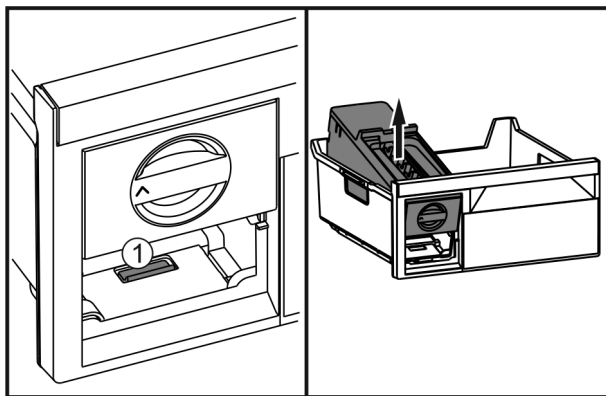

Fig. 50
- ▶ Нажать на накладку Fig. 50 (1), EasyTwist-Ice поднять сзади и вынуть из выдвижного ящика морозильника.